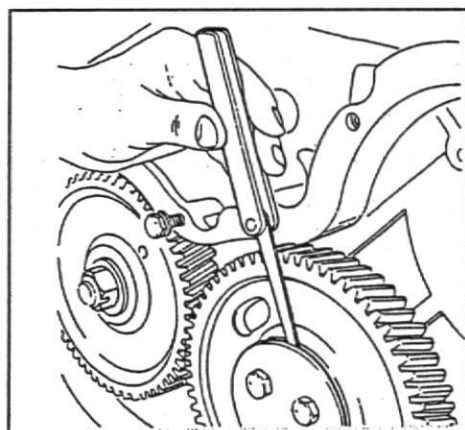

Fig. 15
8. Monte a placa de retenção e fixe os parafusos com torque de 35 - 47 Nm (3,5 - 4,7 kgfm) (26 - 35 lbf.ft). Verifique a folga axial da engrenagem intermediária: 0,08 - 0,18 mm ou 0,003 - 0,007 pol, fig. 15.